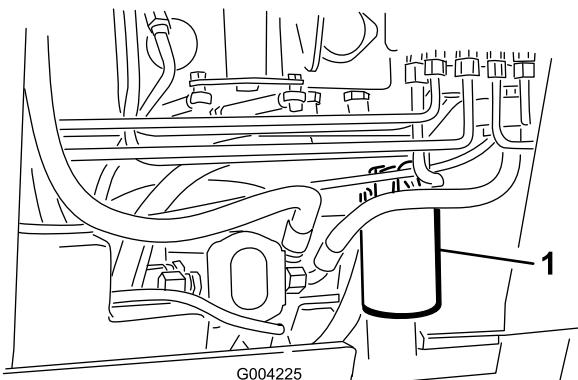

Figura 55
4. Coloque un recipiente debajo del filtro (Figura 55).
5. Retire el filtro usado (Figura 55) y límpie con un paño la superficie de la junta del adaptador del filtro.
7. Instale el filtro hidráulico nuevo en el adaptador del filtro (Figura 55). Apriete el filtro en el sentido de las agujas del reloj hasta que la junta de goma entre en contacto con el adaptador del filtro, luego apriete el filtro tres cuartos de vuelta más.